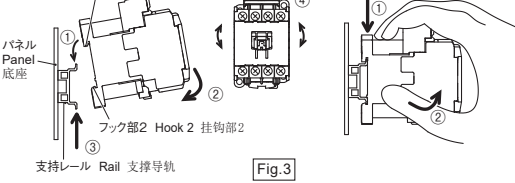

Fig.3
- (3) レール取付けは、IEC60715の35mm幅支持レールに取付けできます。支持レールは、弊社形式TH35-15ALをご使用ください。レールのパネル取付方法は(Fig.2)、取付け・取外しは(Fig.3)です。取付け時に製品を軽く上下に揺すって電磁接点部負荷側のフックが掛かっていることを確認してください。詳細はカタログをご参照ください。押入金具(LT9E-T1)をご使用ください。(特に、レールの端や接地金属と摩擦する等、空間上の制約がある場合)
- (4) 電磁開閉器、電磁接触器などで取付け穴4か所ある場合は、対角線の2か所で取付けてください。
- (5) サーマルリレーと組合せできる電磁接触器と単独設置ユニットはTable 1をご参照ください。
- (3) The rail mounting type can be attached on a standard 35 mm IEC60715 mounting rail. Use Fuji type TH35-15AL mounting rail. See Fig.2 for mounting of the rail on the panel, see Fig.3 for attachment and removal of starter, contactor or thermal overload relay. When mounting on the rail, gently shake the product up and down to check that make sure the hook of the load side of magnetic contactor is engaged. Please refer to the catalog for details. Use Fuji type LT9E-T1 stoppers with rail mounting. (Especially when there are spatial constraints, such as at the edge of mounting rail or adjacent to the grounded metal.)
- (4) If starter and contactor are provided with four mounting holes, use any two mounting holes on a diagonal line.
- (5) See the Table 1 combination of thermal overload relay and magnetic contactor or separate mounting unit.
- (3) 安装导轨时，可安装IEC60715型宽度为35mm的支撑导轨上。使用弊社公司制造的TH35-15AL型支撑导轨。导轨底座的安装方法请参(Fig.2)、安装・拆卸方法，请参阅(Fig.3)。安装时，请轻轻上下抖动端子，请确认交流接触器负载侧的挂钩是否已钩挂。详细信息请参阅目录。请使用压板(LT9E-T1)。（特别是导轨的边缘或靠近接地金属等在安装空间上有限制。）
- (4) 电动机起动器、交流接触器等有4个安装孔时，请用对角线上的2个孔来安装。
- (5) 可与热过载继电器组装的交流接触器以及单独安装单元，请参照Table 1。